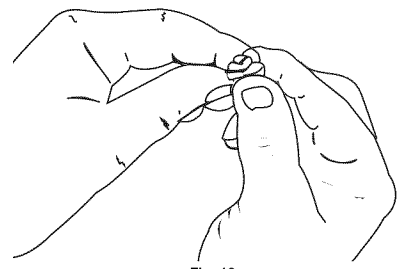

Fig. 19
5. Oprima el filtro para esparcir y eliminar el exceso de aceite (Fig. 19).